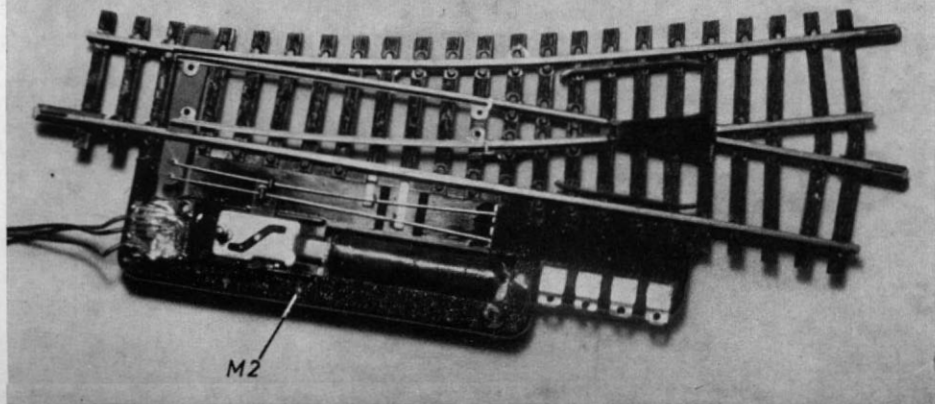

Abb. 4. Beim Umbau nach der Anleitung B verbleibt der Antriebsteil am Schwellenrost, nur die Spule wird gewissermaßen nach unten „durchgedrückt“.
4. Das freigewordene Loch in Plastikunterteil wird in Richtung der Ankerbewegung um etwa 15 mm verlängert (aussägen), damit der später einzusetzende Anker frei beweglich ist. (Er wird später mit dem Führungsschlitzteil nach oben eingesetzt; siehe Abb. 4.)
Abb. 4. Beläßt man an Trix-Wagen die verschiebbaren Puffer, dann kann man mit einer „Kurzkupplung“ immerhin auf einen Wulst-Abstand von 6,2 mm heruntergehen (Normalabstand 10 mm). Legt man sie fest (s. Bild), dann kommt man auf 4 mm. Nimmt man dagegen das Pufferstück heraus oder klebt man es starr und fast an die Stirnwand zurückgesetzt fest, dann kann dieser Wert auf ca. 2,5 mm herabgesetzt werden.
wir weitere Versuche mit Schnellzugwagenmodellen anderer Firmen an. Bei den Trixwagen (Abb. 4 und 6) konnten wir den Abstand – bei herausgenommener Pufferplatte – auf 2,5 mm herabsetzen. Mit Puffern erhöhte sich dieser Abstand sprunghaft auf 6,2 mm, weil durch die von Trix praktizierte Parallelverschiebung der Puffer (wegen der in Pufferebene angeordneten Kupplung notwendig) diese in den Kurven ausgerechnet dorthin verschoben werden, wo sie am meisten stören: nämlich nach dem Innenraum der Kurve zu. Würde man die Puffer festlegen (oder die Pufferbohle um einen nach der Wagenmitte zu versetzten Drehpunkt schwenken), dann könnte der Wagenabstand durchaus auf 4 mm (Abb. 4) reduziert werden. Da bei einer Kurzkupplung nach Abb. 6 die Original-Trixxkupplung sowieso entfernt werden muß (die Puffer also kein diesbezügliches Hindernis mehr darstellen), kann man dann auch gleich noch den Mitnehmerstift für die Pufferbohle am Kupplungsträger wegfeilen und die Pufferplatte – fast bis an die Stirnwand zurückgesetzt – am Wagenboden festkleben. (Abstand dann ca. 2,2 – 2,5 mm.)